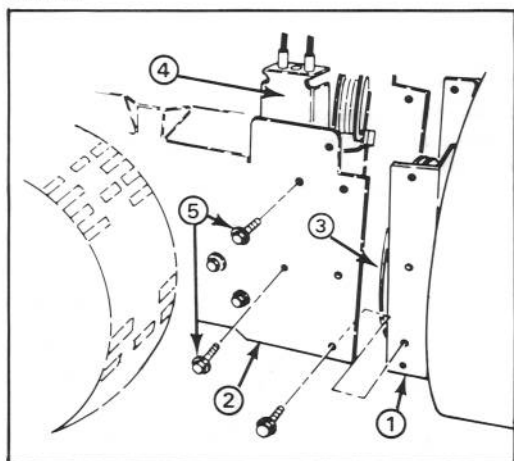

Figure 1
## MONTAGE DU CARÉNAGE DE LA TARIÈRE (fig. 1 à 3)
2. Alignez le carénage de la tarière en regard des orifices de fixation du châssis du moteur (fig. 1).